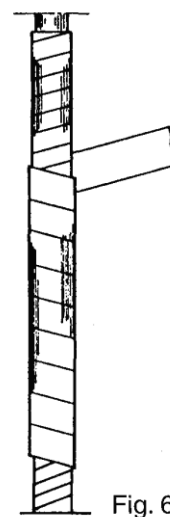

Рис. 6
5.5.6. Плотнo обмотайте соединение двумя или более слоями изоляционной ленты с артикульным № 50 (от 3M-Minnesota) или аналогичной (см. рис. 6).